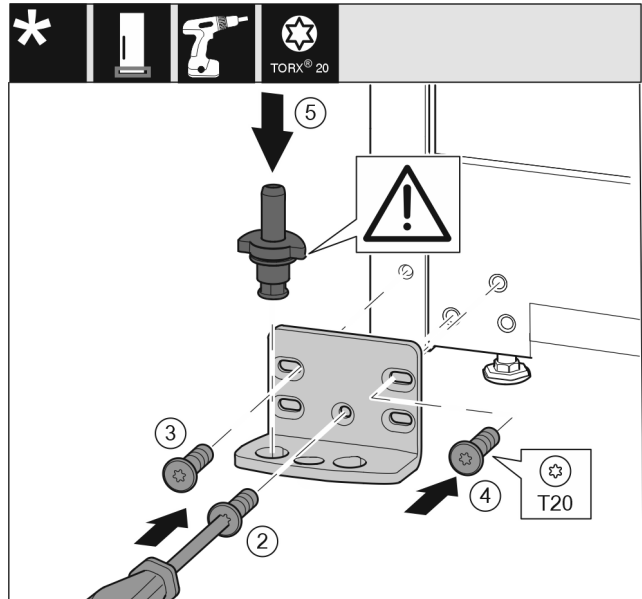

Fig. 18
- ▶ Встановіть опорний кронштейн з іншого боку і закріпіть гвинтами за допомогою викрутки T20. Почніть із гвинта 2 знизу посередині. Fig. 18 (2)
- ▶ Закрутіть гвинти 3 та 4. Fig. 18 (3,4)
- ▶ Вставте цілком опорний гвинт. При цьому виступ фіксатора повинен бути спрямований назад. Fig. 18 (5)